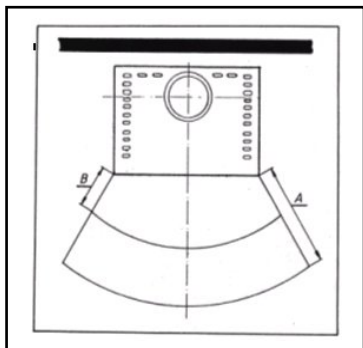

fig. 4
Per gli elementi costruttivi, i mobili e i tessuti di arredamento infiammabili situati nella zona di irraggiamento della stufa è necessario rispettare una distanza minima di **80 cm** (A), misurati dal bordo anteriore dell'apertura del focolare. La distanza di sicurezza si riduce ai **40 cm** (B) qualora di fronte all'elemento sia installata una protezione areata (v. fig. 4).